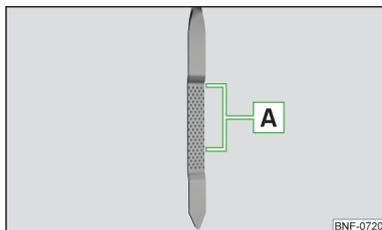

Fig. 139
L'huile peut ensuite arriver au niveau du point **A** » fig. 139. Si le niveau d'huile est inférieur au repère **A**, rajoutez de l'huile.
- Le niveau d'huile ne doit jamais être inférieur ou supérieur au niveau **A** » fig. 139 - risque d'endommagement du moteur et du système d'échappement !